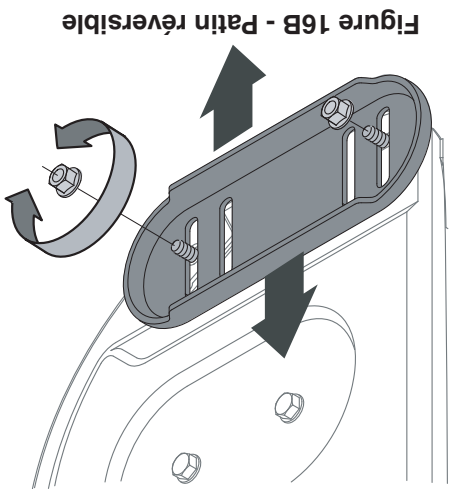

Figure 16B - Patin réversible
- REMARQUE :** Certains modèles sont équipés de patins réversibles et peuvent être retournés pour accroître leur durée de vie. Voir la Figure 16B.